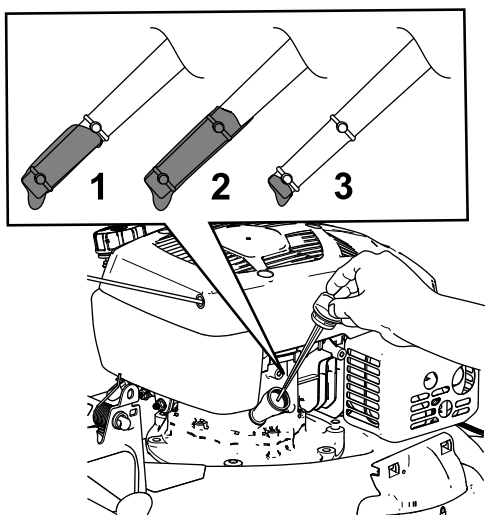

Figura 9
2. Retire la varilla (Figura 9).
7. Observe el nivel de aceite en la varilla (Figura 9).